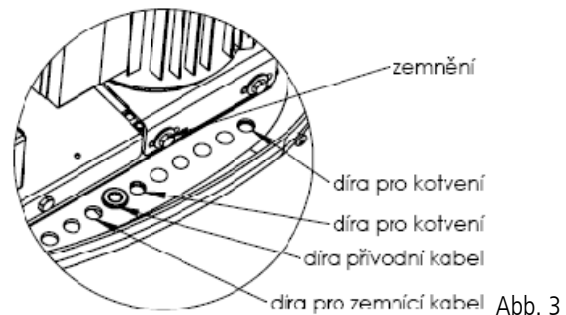

Abb. 3
- Die Ankerung wird mit Ankerschrauben M8-160 (Abb. 3) mittels chemischen Ankers (Zweikomponentenharzmörtel für Befestigung mechanischer Teile zum Mineraluntergrund) durchgeführt. Die Tiefe der Versenkung der Schrauben beträgt 138 mm. Für Sicherung werden breite Scheiben 8,2 und Selbstsicherungsmutter M8 verwendet. Die Schrauben und auch sonstiges Material bilden nicht den Bestandteil des Lieferumfangs.
- Die Ankerung wird mit Ankerschrauben M8-160 (Abb. 3) mittels chemischen Ankers durchgeführt. Die Tiefe der Versenkung der Schrauben beträgt 138 mm. Für Sicherung werden breite Scheiben 8,2 und Selbstsicherungsmutter M8 verwendet. Die Schrauben und auch sonstiges Material bilden nicht den Bestandteil des Lieferumfangs.
Das Anschlusskabel 3x1,5 mm², wird durch die Durchführung in der unteren Abdeckung siehe Abb. 3 durchgezogen. In der Dose muss das Kabel gegen Ausreißen mittels vorbereiteter Sicherung gesichert werden. Zur Gegenstromanlage muss das Kabel im Schutzrohr zugeführt werden.